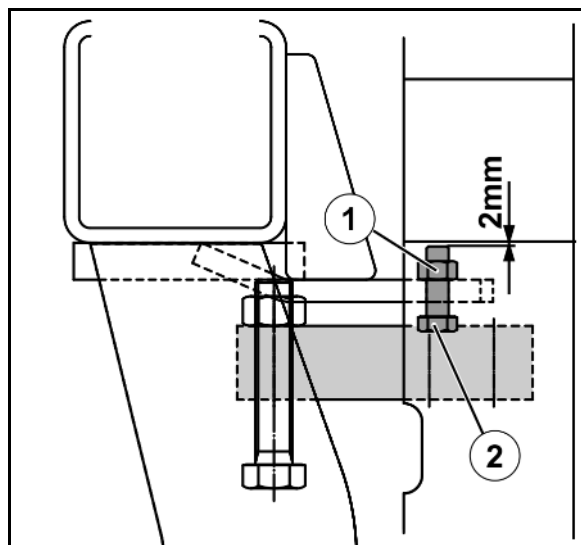

Fig. 95
Die Begrenzungsschrauben (Fig. 95/2) sind mit 2 mm Spiel laut Abbildung einzustellen.
1. Kontermutter (Fig. 95/1) lösen
2. Begrenzungsschrauben (Fig. 95/2) einstellen
3. Kontermutter (Fig. 95/1) festziehen